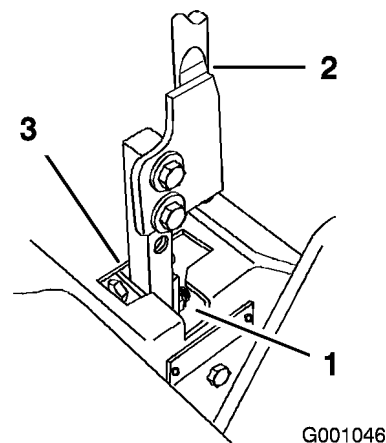

Figure 57
5. Placez le levier au point mort, sans le verrouiller (Figure 57).
6. Tirez le levier en arrière jusqu'à ce que l'axe de chape (situé sur le bras au-dessous de l'axe de pivot) touche l'extrémité de la fente (c.-à-d. commence juste à appuyer sur le ressort) (Figure 57).
7. Vérifiez la position du levier par rapport au cran de la console (Figure 57). Il doit être centré de façon à pouvoir pivoter vers l'extérieur jusqu'à la position de verrouillage du point mort.